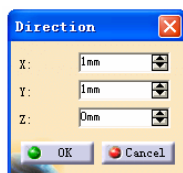

图 2-16
- 选择 Components (分量) 的方式, 在 X、Y 和 Z 方向分别输入数值来确定一个矢量方向, 草图坐标轴方向将平行于该参考方向, 如图 2-16 所示。